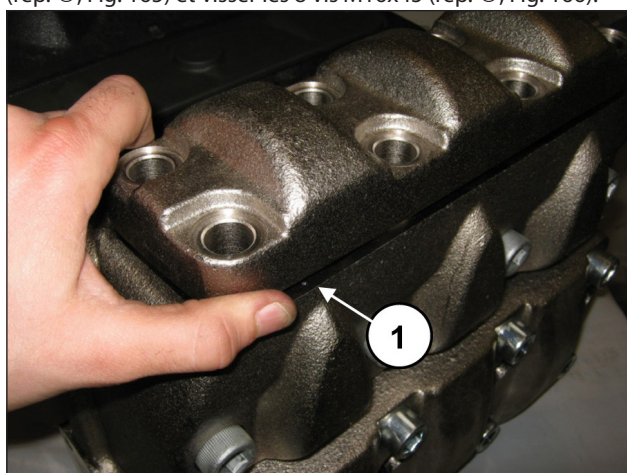
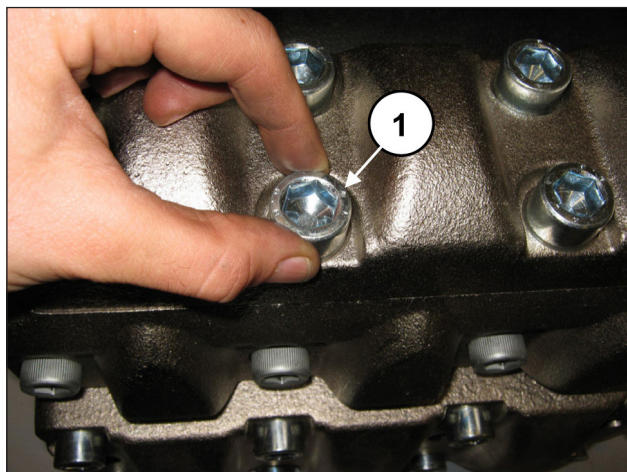

Fig. 165
Fig. 166
Après avoir terminé le remontage des groupes soupape de refoulement, poser le couvre-soupapes de refoulement (rep. ①, Fig. 165) et visser les 8 vis M16x45 (rep. ①, Fig. 166).